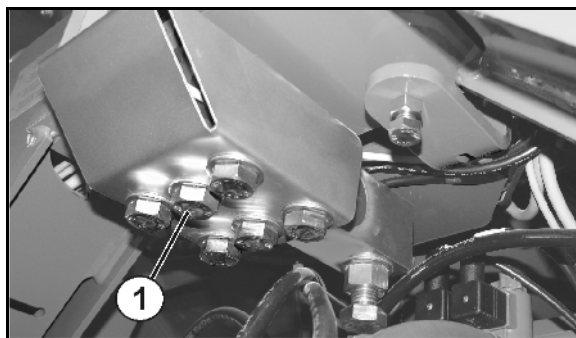

Fig. 51
- 6 skruer til vejecellen (Fig. 51/1)